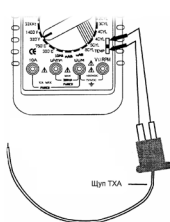

Рис. 2
- a. Воткните штекер термопары в гнездо 7 для термопар К-типа (рис. 2).